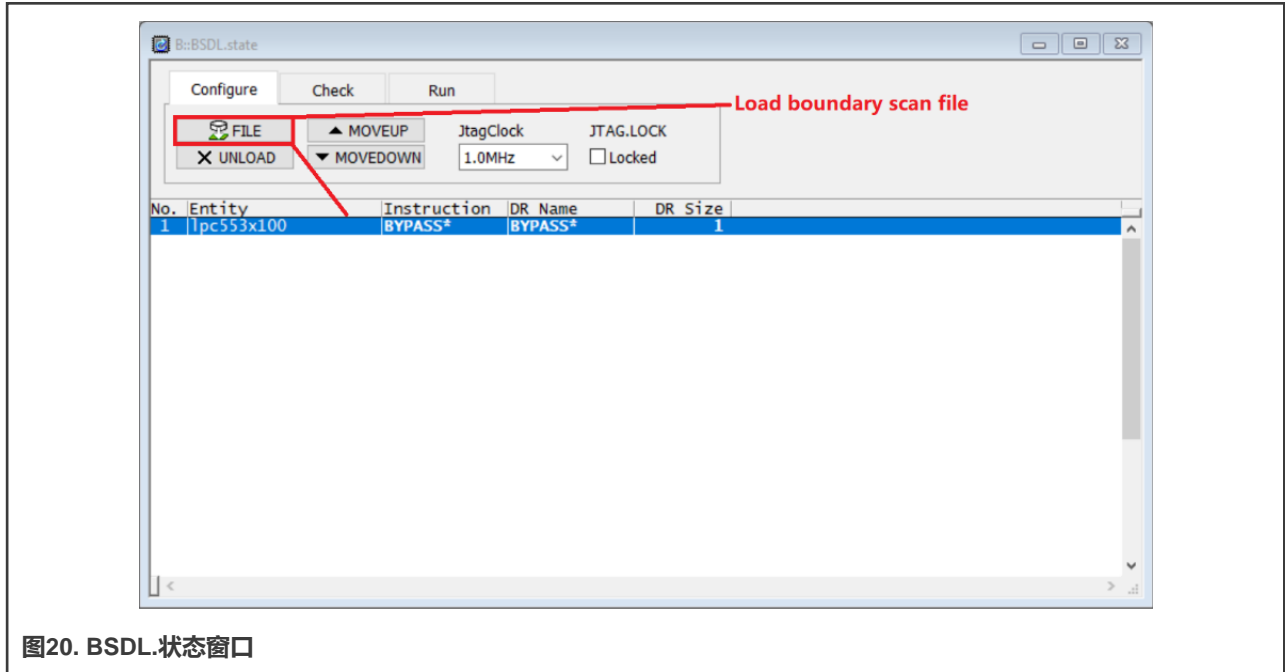

图20. BSDL.状态窗口
5. 弹出BSDL.状态窗口, 如图20所示。单击文件 (FILE) 按钮, 并加载要验证的BSDL文件。